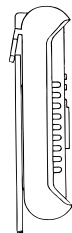
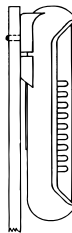

Рис. 6.4
Рис. 6.6
4. Закреплять мультиметр на вертикальной поверхности во время работы и/или хранения (рис. 6.4, рис. 6.6).